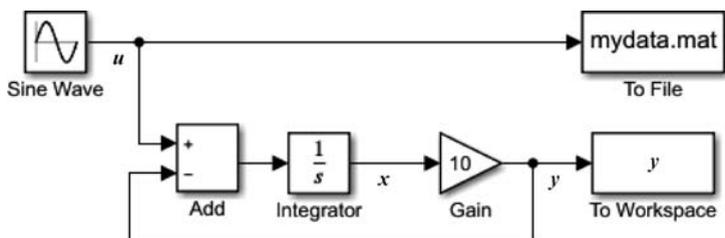

图 3-28 To Workspace 和 To File 模块的用法
**【例 3-3】 To Workspace 和 To File 模块的用法。**搭建如图 3-28 所示的仿真模型。该模型与例 3-2 中的模型相同,只是将两个 Out 端子分别替换为 To File 和 To Workspace 模块。